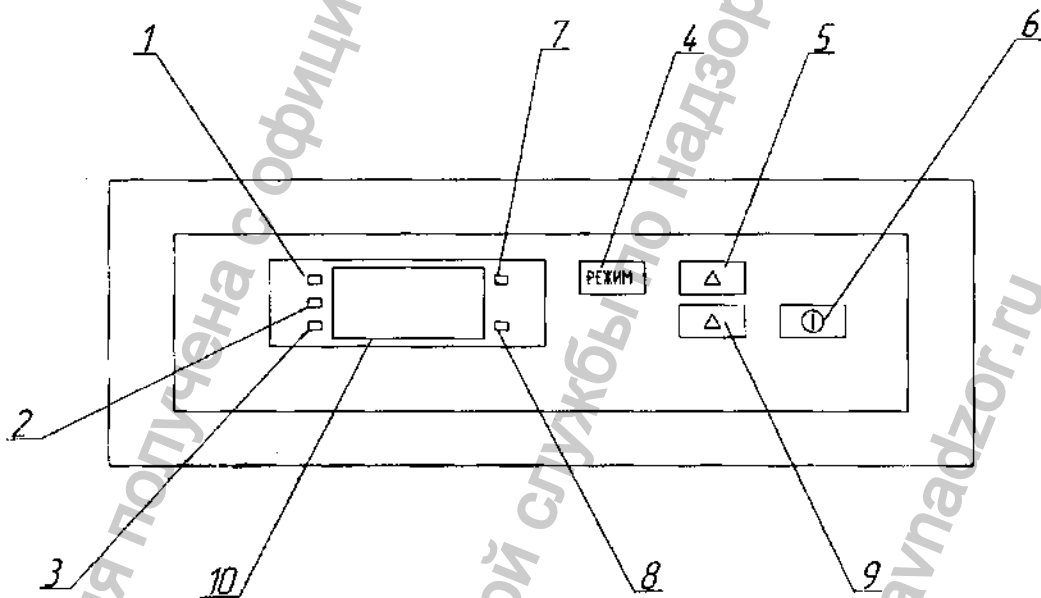
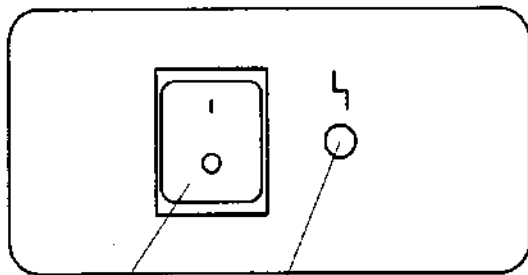

Рисунок 2 – Расположение органов управления термостатом на блоке управления
Рисунок 3 – Расположение органов управления на силовой панели
Управление процессом термостатирования осуществляется с панели блока управления (см. рис. 2). Датчик температуры размещён внутри рабочей камеры. Датчик-реле температуры предназначен для защиты объектов термостатирования от перегрева при неисправностях в электрической схеме.
Установить выключатель (поз.1, рис. 3) в положение "I". На блоке управления загорится индикатор (поз.7, рис. 2), информационное табло (поз.10, рис.2) показывает текущую температуру в камере.
Для запуска выбранной программы кратковременно (не более 2 сек) нажать на поле "ПУСК" (поз.6, рис. 2) термостат перейдет в фазу «ПОДГОТОВКА». Информационное табло индицирует изменение температуры в камере. Происходит нагрев до установленного значения температуры. При достижении заданной температуры термостат переходит в фазу «ТЕРМОСТАТИРОВАНИЕ» с включением соответствующего индикатора (поз.1, рис. 2).
Если запущена программа с учетом времени, то индикатор в течении установленного времени выдержки будет попеременно отображать прошедшее время выдержки и текущую температуру в камере. Затем происходит выдержка при заданной температуре, по истечении которой термостат переходит в фазу «ВЫГРУЗКА» (поз.3, рис. 2). Звучит прерывистый звуковой сигнал, который автоматически выключается через 1 минуту. Обработка запущенной программы завершена.
2.3.1 Установить выключатель (поз.1, рис. 3) в положение " I ". На блоке управления загорится индикатор (поз.7, рис. 2), информационное табло (поз.10, рис.2) показывает текущую температуру в камере.
В алгоритм управляющей программы термостата заложена возможность автоматического запуска прерванной (в результате кратковременного пропадания питающего напряжения) программы. Если после включения произошел автоматический запуск программы, то при необходимости ее остановки нажать на поле " ① " (поз.6, рис.2) и удерживать в течение 3 секунд.
2.3.5 Для запуска выбранной программы кратковременно (не более 2 сек) нажать на поле " ① " (поз.6, рис. 2). Информационное табло индицирует изменение температуры в камере. Происходит нагрев до установленного значения температуры. При необходимости запущенную программу можно остановить, нажав на поле " ① " (поз.6, рис.2) и удерживать в течение 3 секунд.
2.3.6 При достижении заданной температуры термостат переходит в фазу «ТЕРМОСТАТИРОВАНИЕ». Включается светодиодный индикатор " ТЕРМОСТАТИРОВАНИЕ " (поз.1, рис. 2), информационное табло попеременно индицирует время выдержки и текущую температуру в камере. Происходит выдержка при заданной температуре, по истечении которой термостат переходит в фазу ВЫГРУЗКА" (поз.3, рис. 2). Звучит прерывистый звуковой сигнал, который автоматически выключается через 1 минуту.
ПРИ АВАРИЙНОМ РОСТЕ ТЕМПЕРАТУРЫ (>85°C), СРАБОТАЕТ РЕЛЕ ТЕМПЕРАТУРЫ, И ПРОИЗОЙДЕТ АВТОМАТИЧЕСКОЕ ВЫКЛЮЧЕНИЕ СИЛОВОЙ ЧАСТИ ТЕРМОСТАТА. ПРИ ЭТОМ ЗАГОРИТСЯ ИНДИКАТОР АВАРИЙНОГО ВЫКЛЮЧЕНИЯ ТЕРМОСТАТА (ПОЗ. 2, РИС.3).
2.3.8 По окончании работы термостат выключить нажатием на клавишу "0" (поз.1, рис.3).